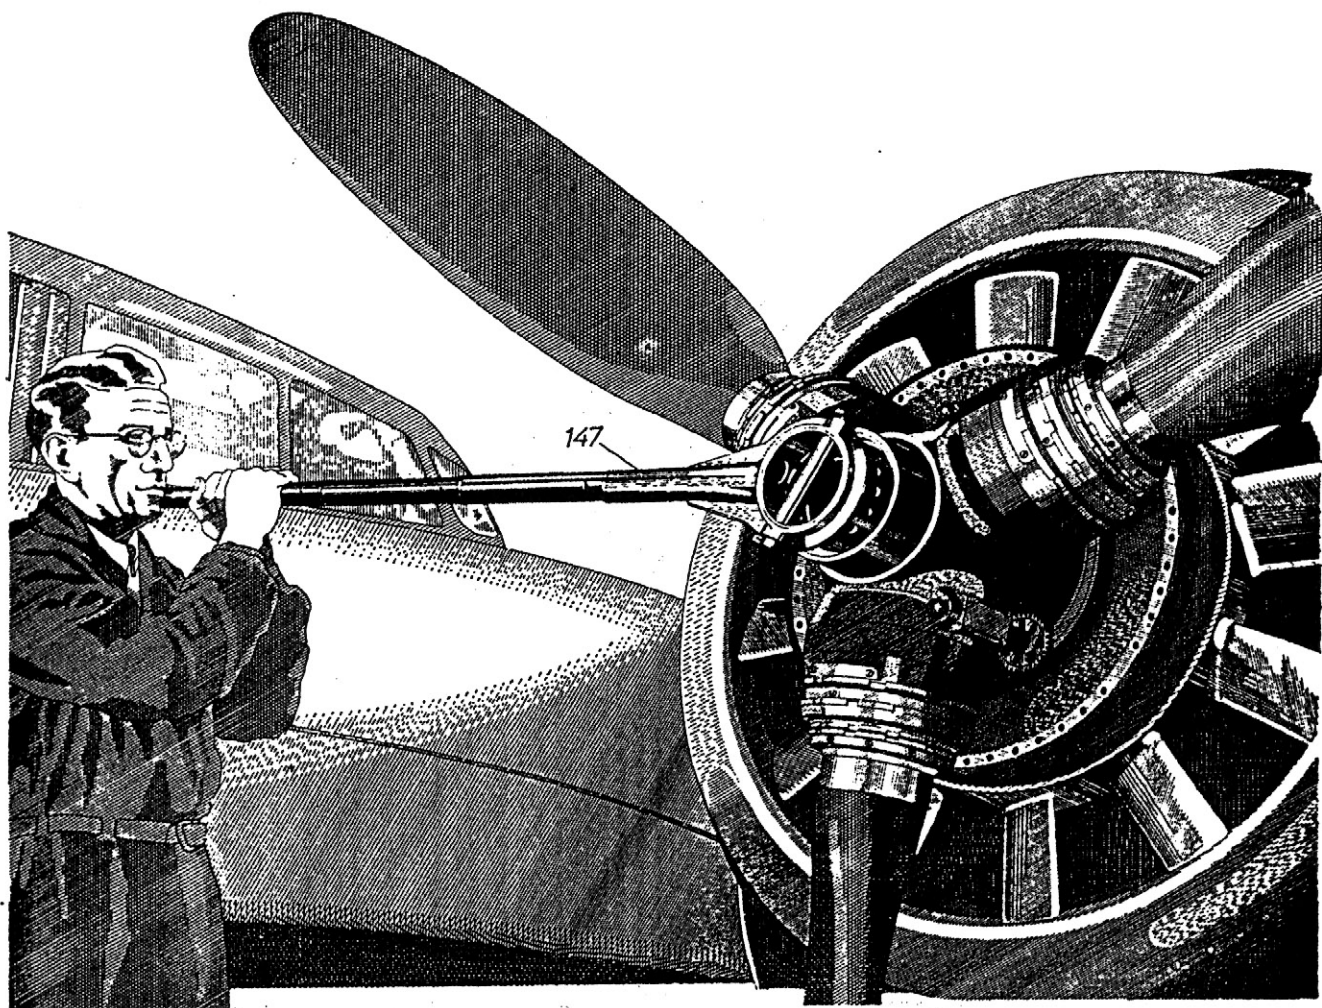

Abb. 32: Lösen der Luftschraubenmutter
**Abnehmen der Luftschraube** nach Sonderanweisung der Luftschraubenhersteller. Vorher **Luftschraubenmutter** mittels Schlüssels (147) abschrauben (s. Abb. 32). Lösen der Luftschraubenmutter, wegen Freßgefahr derselben, nur am abgekühlten Motor. Gewindeschutzhülse (101) vor Abnahme der Luftschraube auf Luftschraubenwelle aufschrauben.